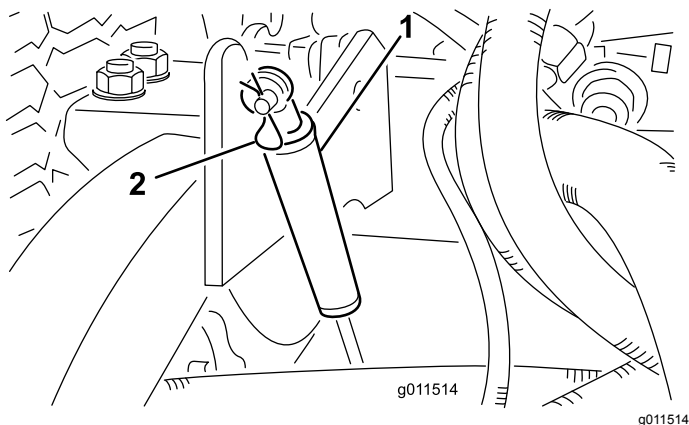

Figure 120
2. Retirez la goupille fendue qui fixe les amortisseurs aux bras de levage (Figure 120).